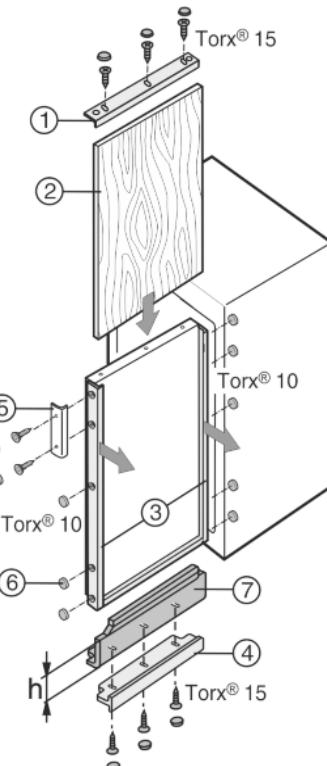

Fig. 7
- Открутить декоративную рамку Fig. 7 (1, 4) сверху.
- На всех остальных декоративных рамках Fig. 7 (3, 4) винты нужно только ослабить и сдвинуть декоративные рамки вперед.
- Вдвинуть декоративную панель Fig. 7 (2).
- Сдвинуть декоративную рамку Fig. 7 (3, 4) назад и прикрутить.
- Прикрутить декоративную рамку Fig. 7 (1, 4) сверху.
- Прикрутить ручку Fig. 7 (6).
- На всех головках винтов защелкнуть накладки Fig. 7 (7).
Если имеется декоративная панель, но ее высота слишком маленькая, то ее можно подогнать, используя выравнивающие козырьки Fig. 7 (7) различной высоты.
- Открутить декоративную рамку Fig. 7 (1, 4) сверху и снизу.
- Надеть выравнивающие козырьки Fig. 7 (8, 9) снизу и/или сверху.
- Надеть декоративную рамку Fig. 7 (1, 5) и прикрутить.